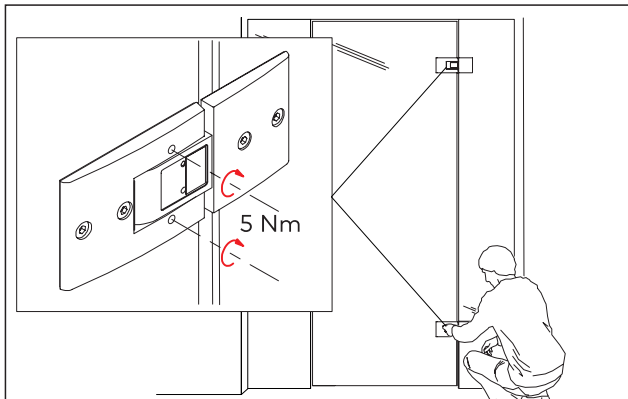

Abb. 35 Lage der Schrauben
3. Alle Schrauben (2 x oberes Band und 2 x unteres Band) anziehen. Das Anzugsmoment **5 Nm** beachten (Abb. 35)!